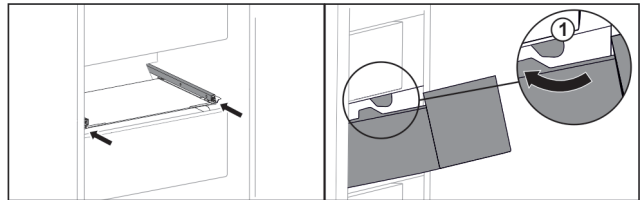

Fig. 38
- ▶ Обведите выдвижной ящик вокруг стопора Fig. 38 (1).